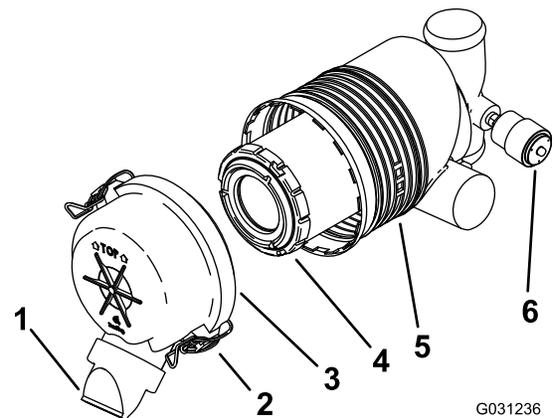

Bild 47
Wichtig: Warten Sie den Luftfilter nur, wenn die Wartungsanzeige rot ist (Bild 47). Das frühzeitige Auswechseln des Luftfilters erhöht nur die Gefahr, dass Schmutz in den Motor gelangt, wenn Sie den Filter entfernen.
4. Lösen Sie die Riegel am Luftfilter und ziehen Sie die Abdeckung vom Luftfiltergehäuse ab (Bild 47).
1. Schieben Sie den Filter vorsichtig aus dem Luftfiltergehäuse heraus (Bild 47).
4. Setzen Sie den Filter vorsichtig ein (Bild 47).
5. Bringen Sie die Luftfilterabdeckung mit der Seite an, auf der TOP gestanzt ist, und rasten Sie die Riegel ein (Bild 47).